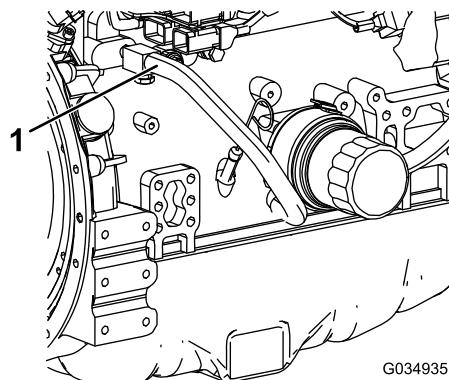

Bild 92
7. Schließen Sie den Kühlmittelschlauch vom Motorölkühler ab (Bild 92).